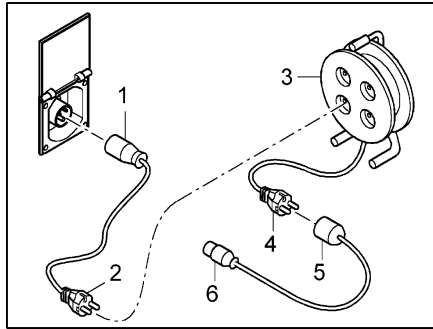

Fig. 178 Posibilidades de conexión de 230 V
- Acoplamiento de conexión con contacto protector CEE 17 (Fig. 178,1) – conector con contacto protector (Fig. 178,2)
- Caja de enchufe con contacto protector (Fig. 178,3) – conector con contacto protector (Fig. 178,4)
- Acoplamiento de conexión con contacto protector CEE 17 (Fig. 178,5) – conector con contacto protector (Fig. 178,6)